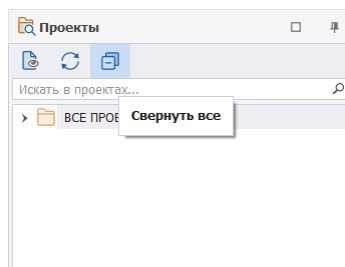

Рис. 10 Свернуть все
- Свернуть все, Рис. 10. Дерево проектов будет свернуто до самого первого уровня, по умолчанию это узел «ВСЕ ПРОЕКТЫ».